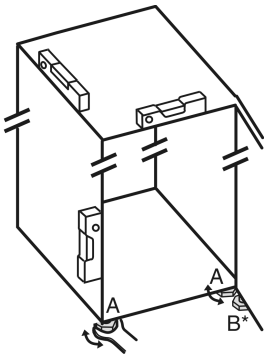

Fig. 5
- ▶ Выкрутите регулируемые опоры Fig. 5 (A) при помощи входящего в комплект поставки рожкового ключа и, используя уровень, выставьте устройство прочно и ровно по горизонтали.
- ▶ Выверните регулируемую опору Fig. 5 (B) на нижнем опорном кронштейне при помощи входящего в комплект поставки рожкового ключа до ее соприкосновения с полом.
- ▶ Поверните регулируемую опору Fig. 5 (B) еще на 90°.